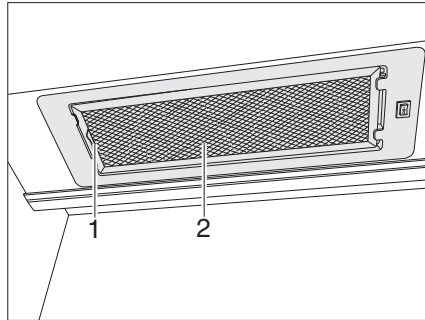

Fig. 156 Cappa di aspirazione
- Spingere la leva (Fig. 156,1) verso l'interno.
- Rimuovere il filtro (Fig. 156,2) dal basso.